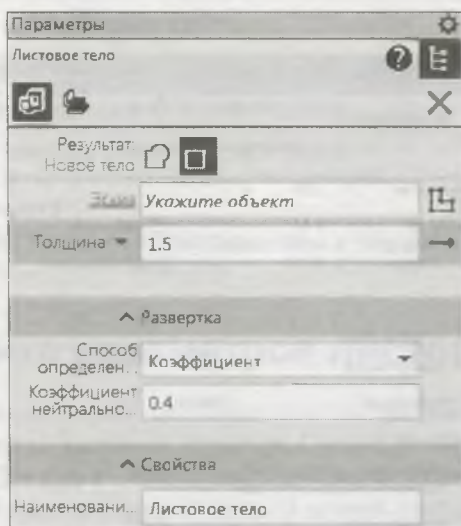

Рис. 29.4. Панель Параметры: Листовое тело
- ♦ на панели инструментов **Элементы листового тела** нажмите кнопку **Листовое тело**. Открывается панель **Параметры: Листовое тело** (рис. 29.4). В заголовке панели имеется еще одна команда **Пластина**. Ее применение будет рассмотрено далее. Параметры для ввода приведены в табл. 29.2;